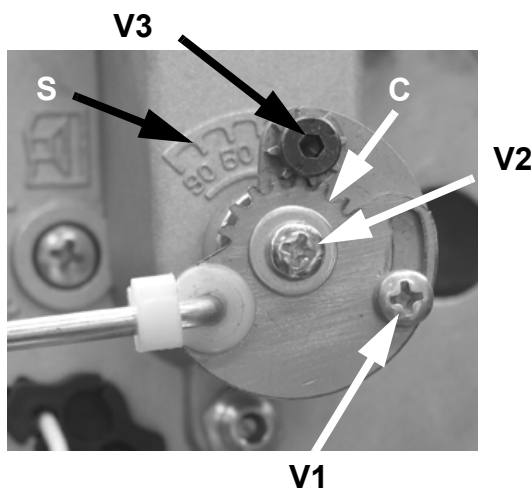

Рис. 15
- 15 При возникновении необходимости подкорректировать расход газа, отрегулированный согласно пунктам 1 и 2 этого параграфа, ослабить винт **V1** (Рис. 15) и отрегулировать угол раскрытия дроссельного клапана, вращая пластинку **C**, воздействуя на винт **V3** (вращение по часовой стрелке - для уменьшения расхода газа, а против часовой стрелки - для увеличения). Индикатор **S** указывает угол раскрытия.